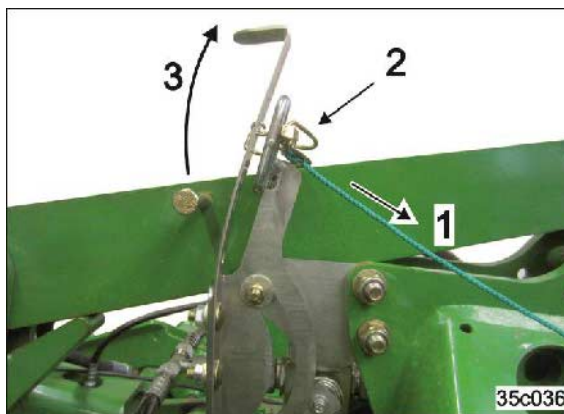

Fig. 134
1. Træk i det hvide trækkabel, og træk kabeløjet gennem kulissen (Fig. 134/1).
2. Fastlås kabeløjet med fjedersplitten (Fig. 134/2).
3. Aktiveringskrogen er fastgjort i den forreste position og gribes ikke af aktiveringsskruen (Fig. 134/3).